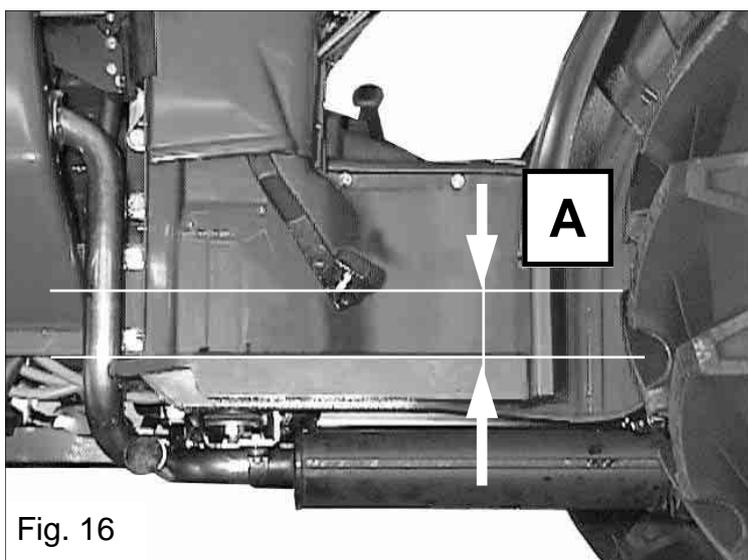

Fig. 16
- in condizioni di pedale frizione registrato l'altezza **A** del pedale dalla pedana deve essere di circa 13 cm (vedi fig. 16);